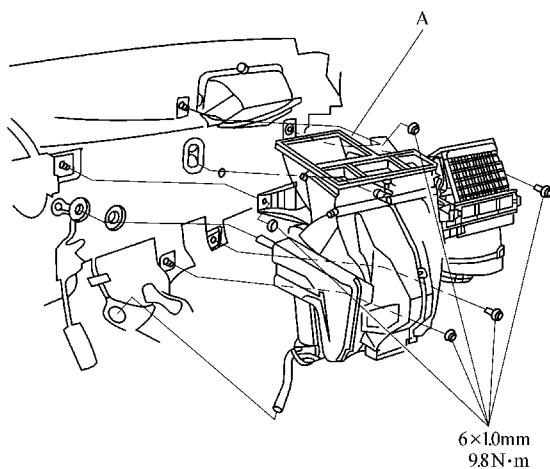

图 7-11 拆下鼓风机-加热器单元
7) 从鼓风机电阻、蒸发器温度传感器和鼓风机电动机上断开插接器。拆下安装螺栓、安装螺母和鼓风机-加热器单元 A, 如图 7-11 所示。